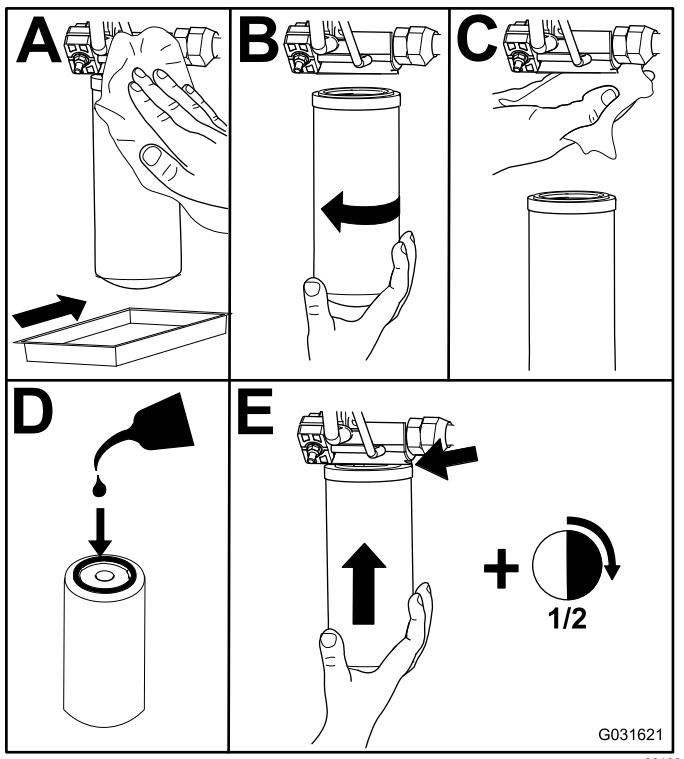

Bild 84
2. Tauschen Sie die Hydraulikfilter aus (**Bild 84**).